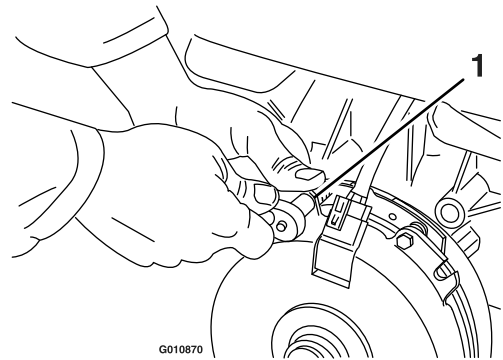

Figura 77
- A. Allentate entrambi i bulloni di montaggio del freno da 1/2 giro a un giro completo, come illustrato nella Figura 77.